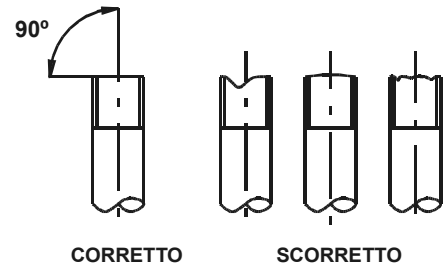

Figura 11: Taglio del tubo
- Tagliare il tubo, facendo uso di un utensile taglia-tubi. Controllare che il taglio sia perpendicolare all'asse del tubo e privo di sbavature metalliche (vedi Figura 11).